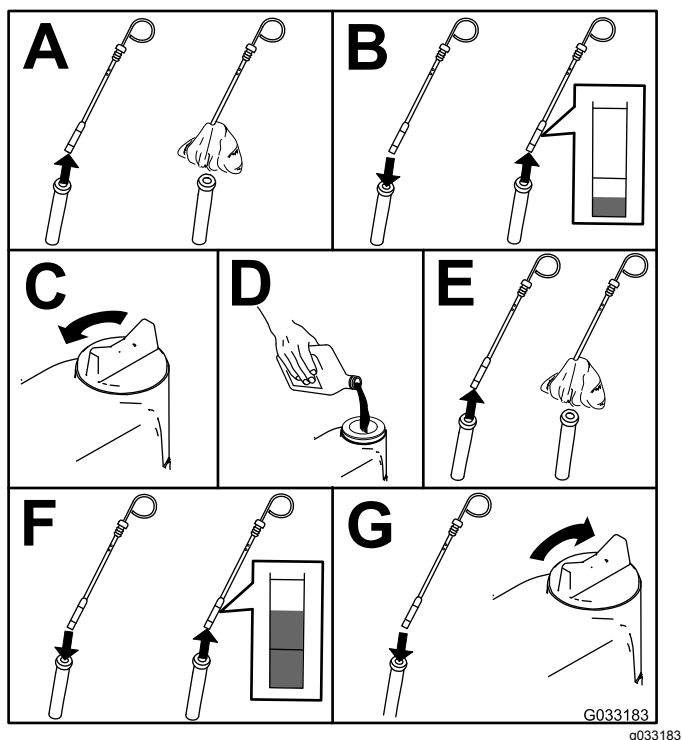

Figura 54
2. Controllate il livello dell'olio motore (Figura 54).